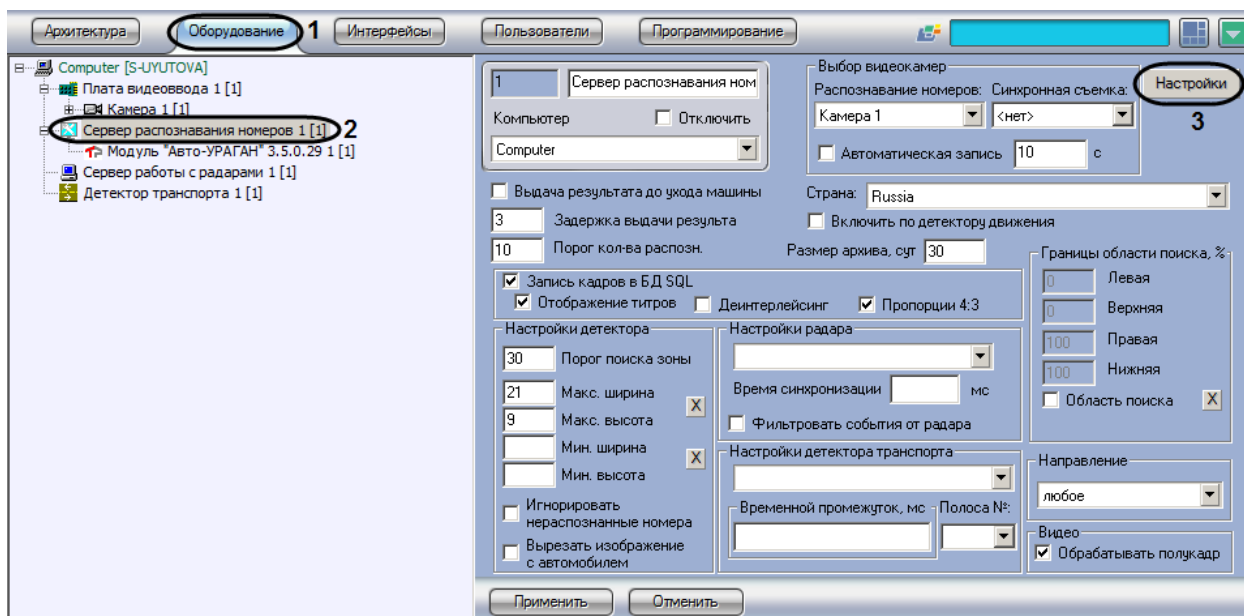

Рис. 7.2—10. Доступ к параметрам цифровой подписи
1. В диалоговом окне «Настройка системы» перейти на вкладку «Оборудование» (Рис. 7.2—10, 1).
2. В дереве объектов на вкладке «Оборудование» выбрать объект «Сервер распознавания номеров», соответствующий активированному программному модулю «Авто-УРАГАН 3.5.0.29» (см. раздел «Активация программного модуля, используемого для распознавания номеров», Рис. 7.2—10, 2). В правой части вкладки «Оборудование» отобразится панель настройки выбранного объекта.
3. Нажать кнопку «Настройка» (см. Рис. 7.2—10, 3).
5. Добавить в подпись кадра один или несколько параметров установки видеокамеры и измерителя скорости, используемых вместе с Сервером распознавания номеров. Для этого следует в группе «Параметры установки ИС» установить флажки «Включен» для требуемых параметров, после чего ввести в поле или выбрать из списка соответствующие значения параметров (Рис. 7.2—11, Таб. 7.2-1).